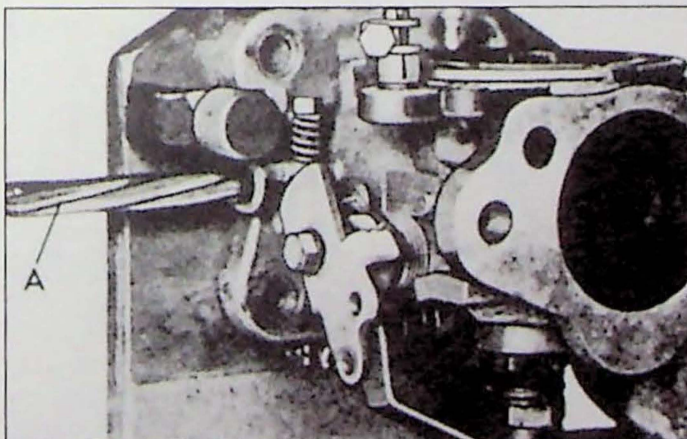

Fig. 3.23. Ruimen van de bussen. A= SVO 2401
5. Draai de tap van het statief nogmaals 90° en ruim de nieuwe bussen met SVO 2401 (Fig. 3.23).